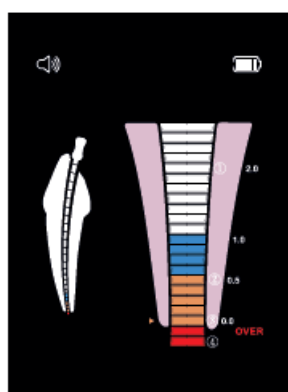

Рисунок 8
3.1.5 Увеличенное изображение апикального отверстия. [Рисунок 8]